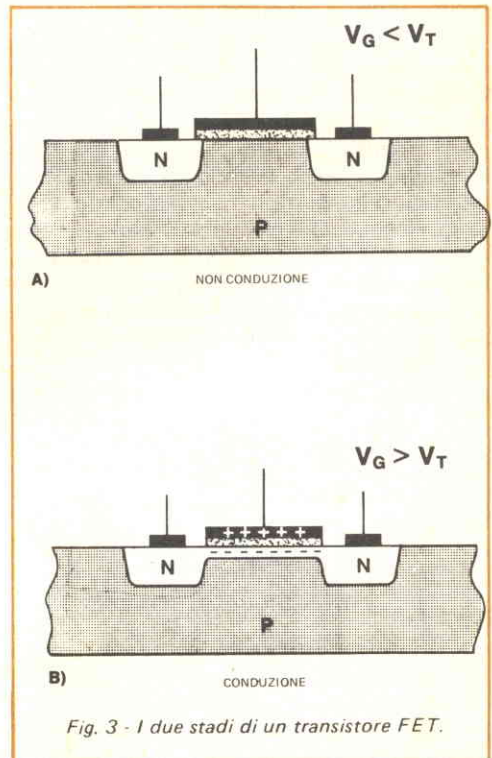

Fig. 3 - I due stadi di un transistor FET.
- sull'elettrodo di comando è applicata una tensione minore della tensione di soglia: non passa corrente (*fig. 3-a*);
- la tensione sull'elettrodo è maggiore della tensione di soglia (*fig. 3-b*): cariche negative (elettroni) scorrono lungo la superficie limite semiconduttore-ossido. Il silicio conduttore di tipo *p* diviene conduttore di tipo *n*, cioè fra sorgente e collettore si forma un canale conduttore di tipo *n* nel quale può passare una corrente; quanto maggiore è la corrente sull'elettrodo di comando, tanto maggiore diviene anche questa corrente. Grazie alle suddette caratteristiche il transistor FET può essere utilizzato come interruttore o come amplificatore.